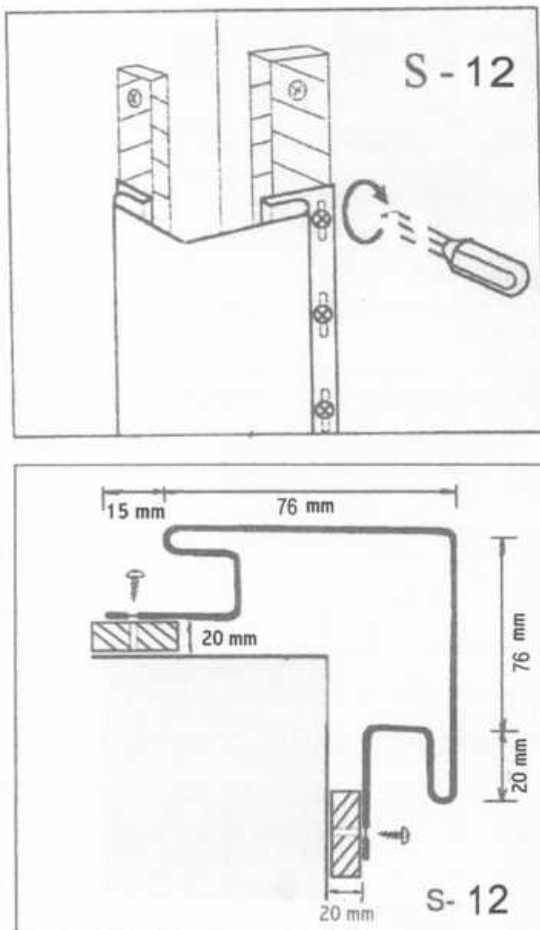

Figure 2
7.2 Coin extérieur S-12, fixé avant la pose du revêtement (figure 2), il permet de réaliser la finition des angles sortants.